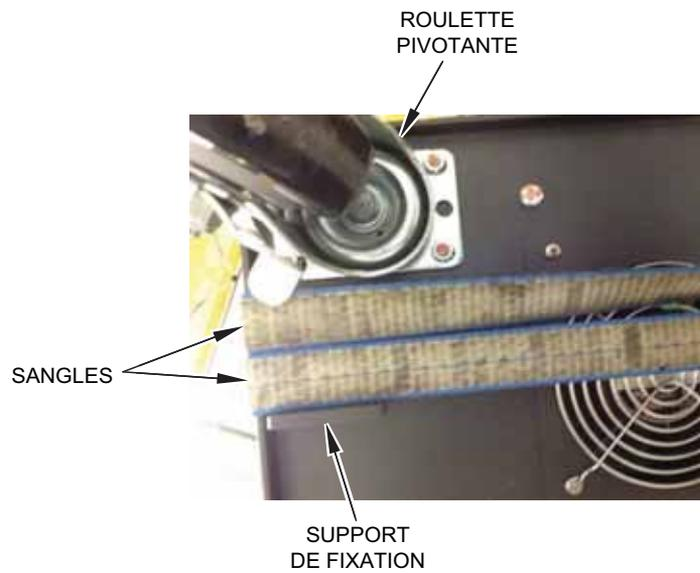

Figure 1-2 Positionnement des sangles
- a. Veillez à ce que les sangles soient placées entre les roues pivotantes et les supports de retenue sous la base du contrôleur. Veuillez-vous reporter à Figure 1-2.